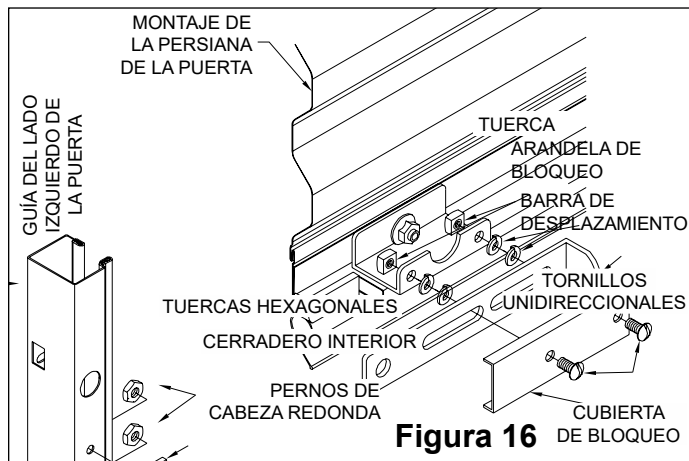

Figura 16
12.2 Ensamble los componentes como se indica en la Figura 16, teniendo en cuenta que deben colocarse dos (2) arandelas de bloqueo de cuello alto sobre cada tornillo unidireccional de $\frac{1}{4}$ " para que la barra de bloqueo pueda deslizarse libremente.